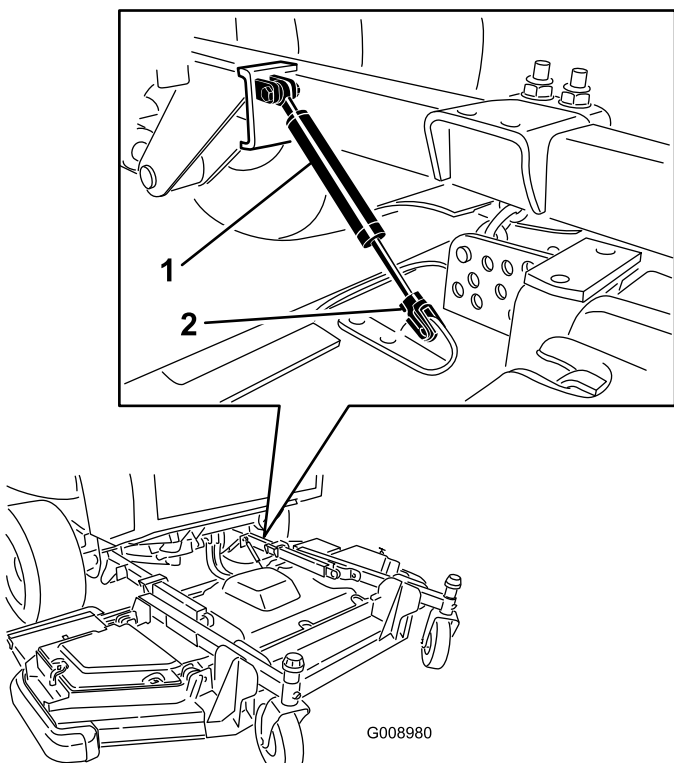

Figure 133
3. Retirez le clip de retenue et détachez l'amortisseur du tablier de coupe (Figure 133).